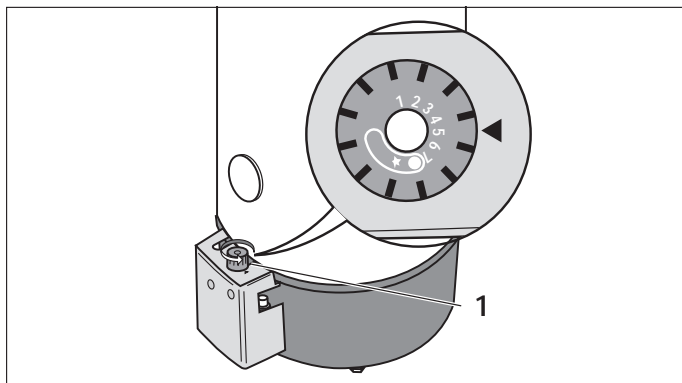
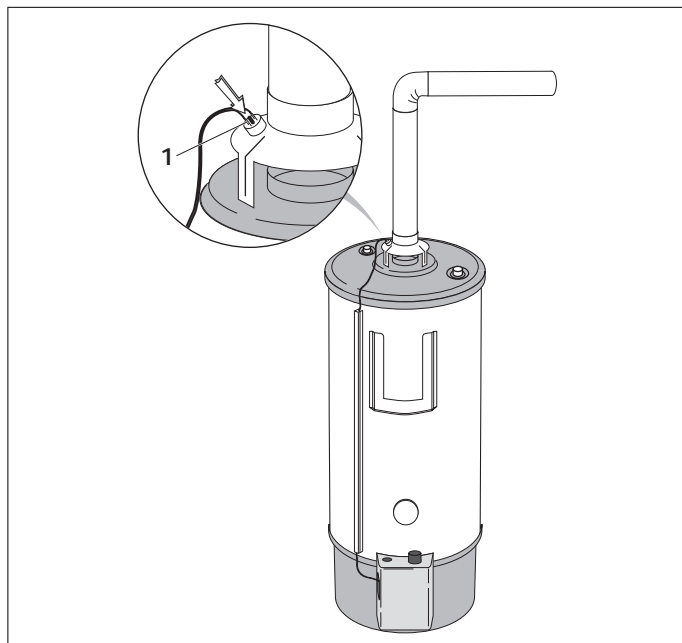

Abb. 3 Warmwassertemperatur einstellen
Abb. 5 Wieder einschalten
- Schalten Sie die Anlage aus, indem Sie den eingedrückten Bedienungsknopf (Abb. 3, Pos. 1) in Geschlossenstellung • drehen.
Aus wirtschaftlichen und hygienischen Gründen (z. B. Legionellen) empfehlen wir die Einstellung „5“ (ca. 60° C). Bei Anlagen mit langen Rohrleitungen (z. B. Krankenhäusern, Altenheimen, Mehrfamilienhäuser) muß die Wassertemperatur auf 60° C (Stellung „5“) eingestellt werden. Dies gilt auch für Anlagen mit mehreren Speichern, wenn diese zusammen einen Inhalt von mehr als 400 l haben. Wird die am Temperaturwähler (Abb. 3, Pos. 1) eingestellte Wassertemperatur erreicht, so schaltet sich der RG automatisch ab.
Sinkt die Wassertemperatur unter die am Temperaturwähler (Abb. 3, Pos. 1) eingestellte Wassertemperatur, so schaltet sich der RG automatisch ein.
Zur Entriegelung muß zuerst der Bedienelement (Abb. 3, Pos. 1) in die Geschlossenstellung • gedreht werden. Anschließend wird der Entriegelungsstift (Abb. 5, Pos. 1) eingedrückt. Danach kann der Speicher, wie unter Pkt. „Inbetriebnahme“ beschrieben, gestartet werden.